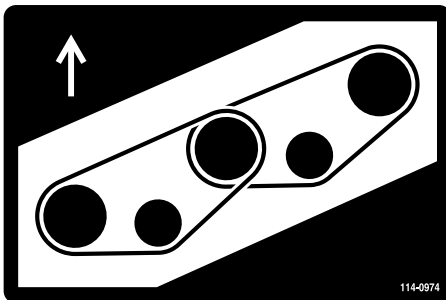
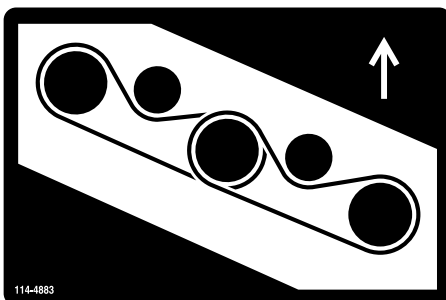

Figura 128
Figura 129
7. Coloque a nova correia nas polias e na estrutura da polia intermédia (Figura 128 e Figura 129).